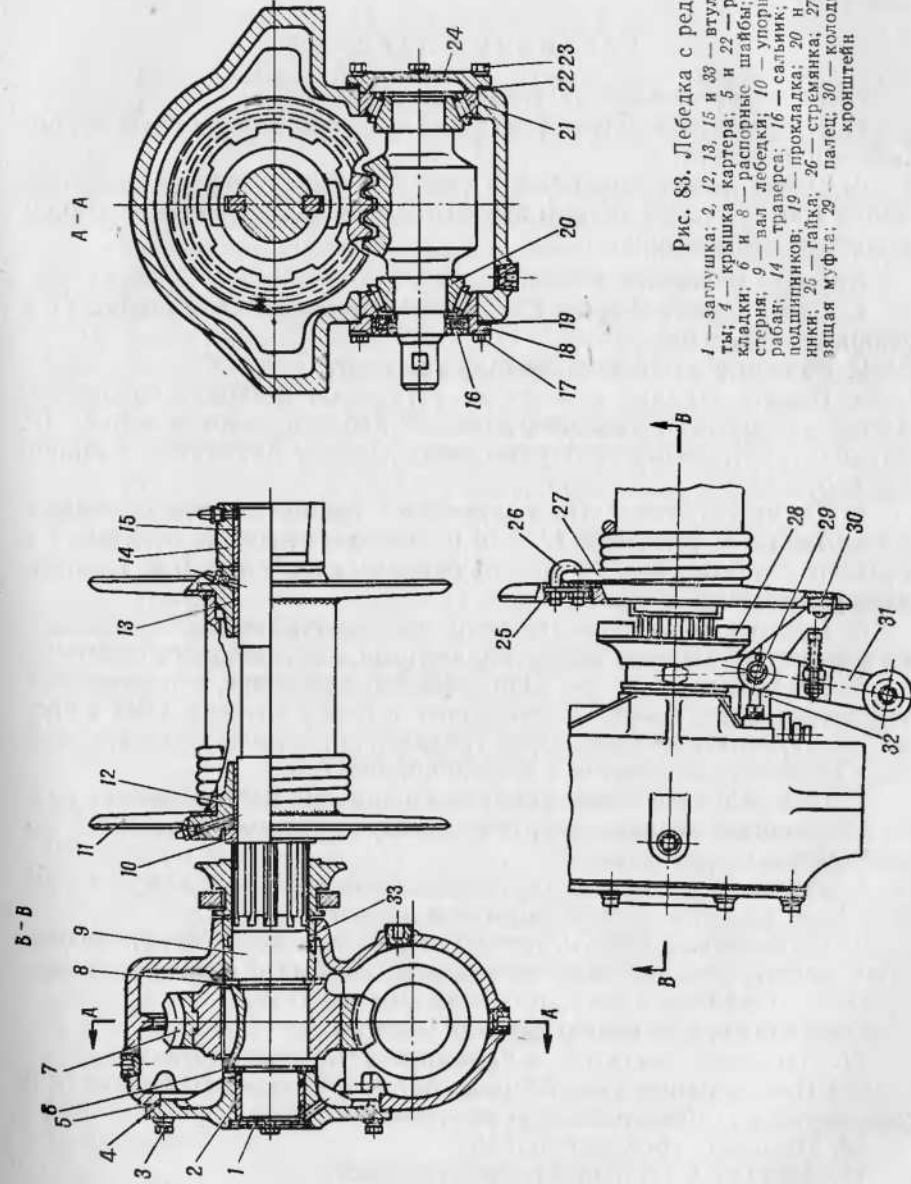

Рис. 83. Лебедка с редуктором:
2. Ослабить гайки 25 (рис. 83) стремянок 26 крепления троса 27 к барабану и отсоединить трос от барабана.
лебедку со стороны редуктора. В таком положении развернуть лебедку барабаном в сторону кормы и снять с вала 9 (рис. 83) лебедки траверсу 14, барабан 11, упорное кольцо 10 и вынуть лебедку из машины.
1. Снять с вала 9 (рис. 83) лебедки траверсу 14, барабан 11 и упорное кольцо 10.
12. Присоединить трос 27 (рис. 83) к стремянке 26 барабана и закрепить его гайками 25 с пружинными шайбами.
1. Снять траверсу 14 (рис. 83), барабан 11 и упорное кольцо 10. Слить масло из редуктора лебедки.